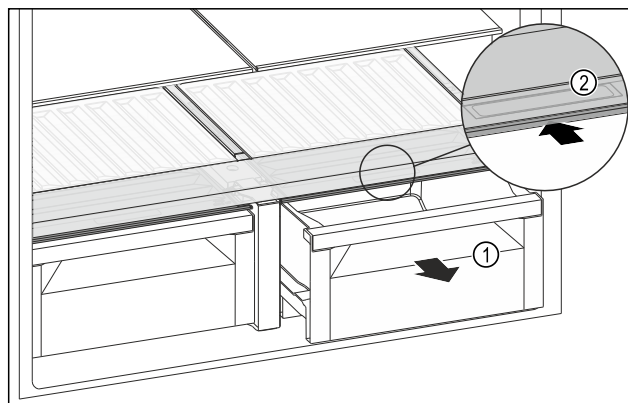

Fig. 142
- ▶ Izvucite ladicu Fig. 142 (1).
- ▶ Primite ručku Fig. 142 (2) na poklopcu pretinca i istodobno povucite poklopac pretinca prema natrag.